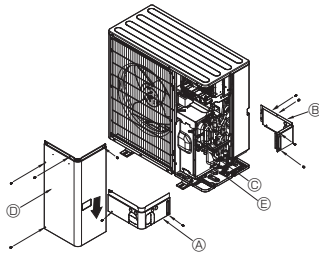

Fig. 5-3
5.3. Kylmäaineputkisto (Fig. 5-3)